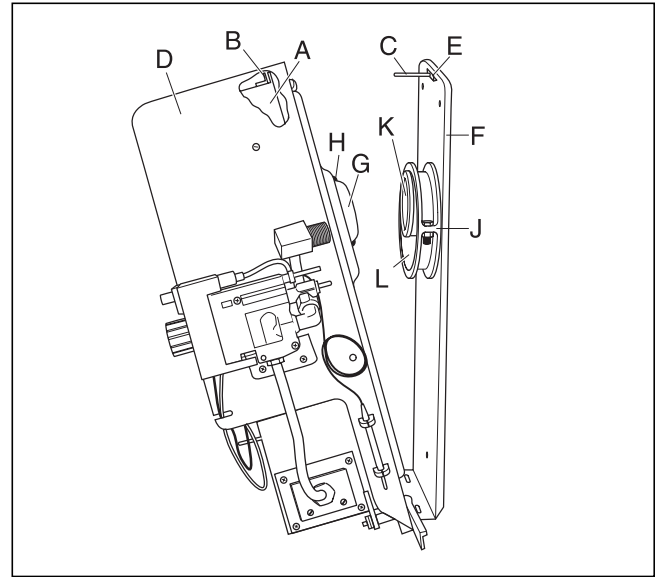

Abb. 4.4 Montage des Heizgerätes
Montage des Frischluft-Abgas-Systems mit Mauerkasten (Abb. 4.4 und 4.11)
- Montageplatte (F) von innen auf das Frischluftrrohr aufchieben, mit einer Wasserwaage ausrichten und mit den drei Schrauben befestigen. Die Schrauben werden einschließlich der 8-mm-Dübel mitgeliefert. Dabei ist darauf zu achten, dass vor der Montage der Platte (F) der Spannhaken (E) von der Rückseite durch den dafür vorgesehenen Schlitz gesteckt sein muss.
- Nun den Spannflansch (J) montieren (Abb. 4.4).